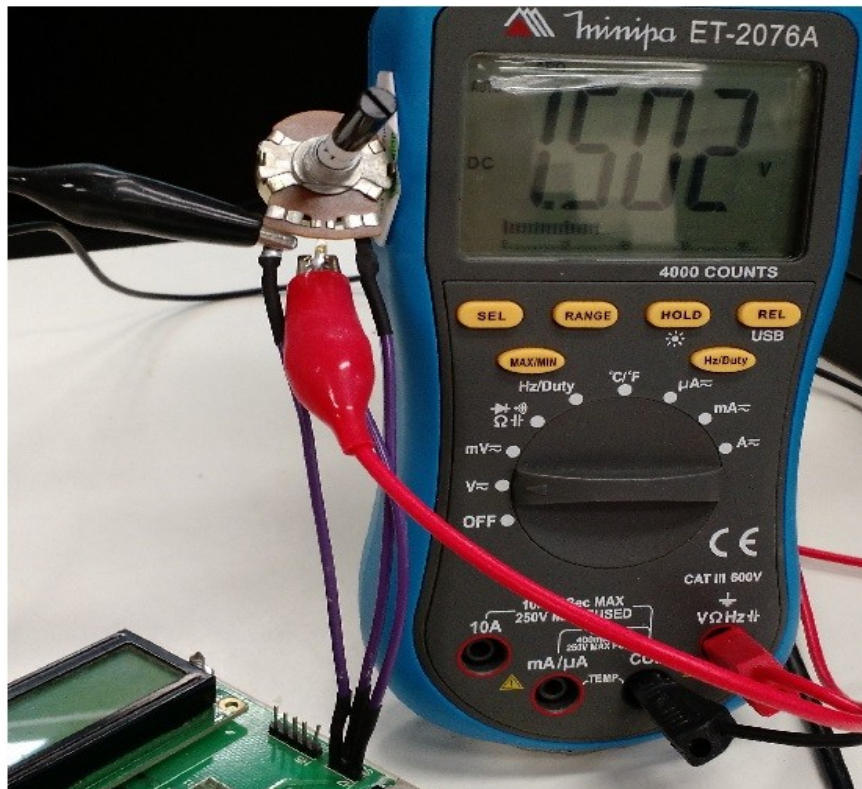

Figura 2: Montagem do potenciômetro [5].
2. ***Vamos ver como os conceitos são traduzidos na prática através do programa adc.zip [4]?*** Este programa faz amostragem periódica dos sinais analógicos do sensor de temperatura integrado ao micro-controlador e do potenciômetro conectado aos pinos do *header* H7 conforme a montagem da Figura 2. A periodicidade de amostragem é garantida pelo temporizador LPTMR0 enquanto o processo de conversão do sinal analógico amostrado é de responsabilidade do conversor ADC0. Diferentemente do exemplo dado em [7], temos duas entradas analógicas, ao invés de uma única, para serem monitoradas. Portanto, ao invés de utilizar gatilhos de conversão por *hardware*, foi optado gatilho por *software* periodicamente.
- f. A função de temperatura em relação à tensão do sensor de temperatura é linear por parte. O ponto de descontinuidade é 25°C. Na Figura 2 em [3] mostra que a inclinação é 1.646 para tensões menores que 25°C e 1.769 acima de 25°C. E a tensão típica para 25°C com alimentação de 3V é 0.703125V. Como você determina a temperatura medida a partir do valor lido do